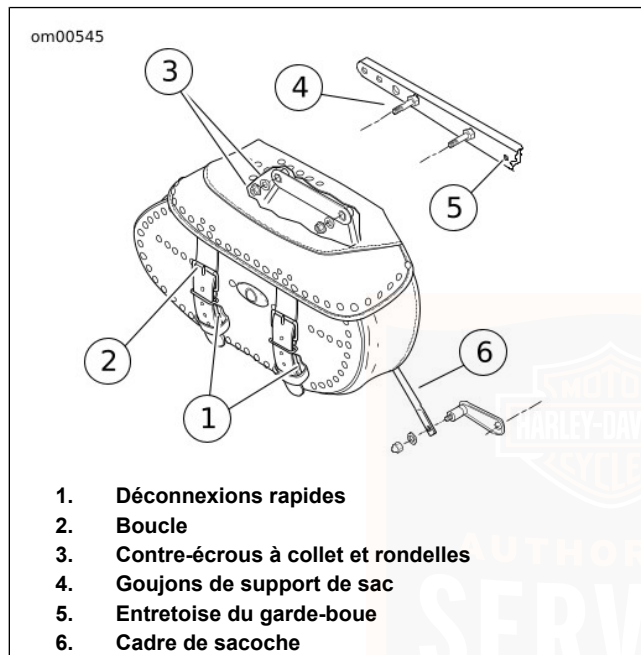

Figure 14. Ensemble de sacoche : FLSTC illustré
1. Voir la Figure 14. Déboucler les lanières de sacoches.
1. Voir la Figure 14. Mettre la sacoche en place dans les trous de montage de l'entretoise du garde-boue.